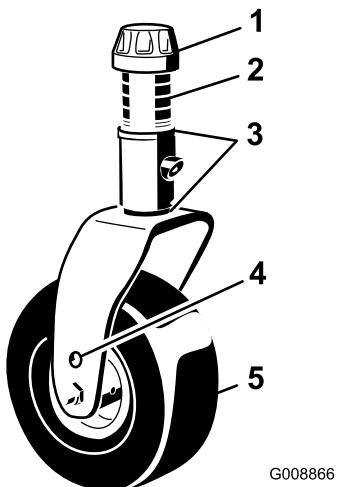

Figura 2
1. Retire los casquillos tensores de los ejes y retire los espaciadores y las arandelas de empuje (Figura 2).